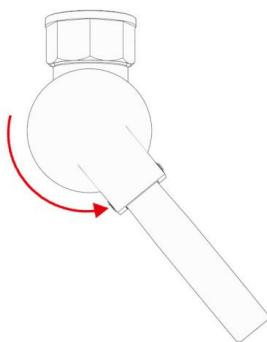

Рис. 4.10
9.9.10 Поверните кран вправо (см. Рис. 4.10)